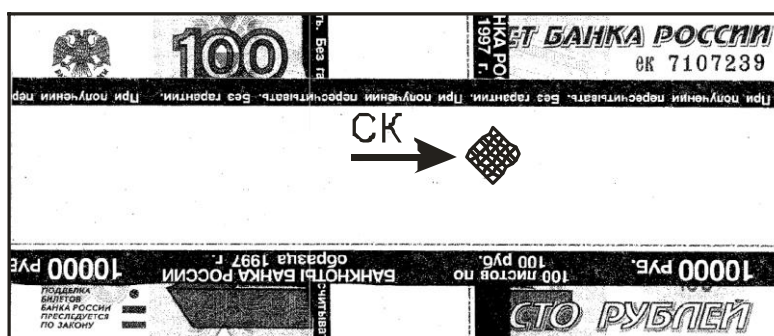

Рисунок 1
4.3 Орган управления РПД-РК – скрытая кнопка (СК) – располагается с лицевой стороны под пересечением банковской ленты (рисунок 1). Нажатие СК сопровождается щелчком.